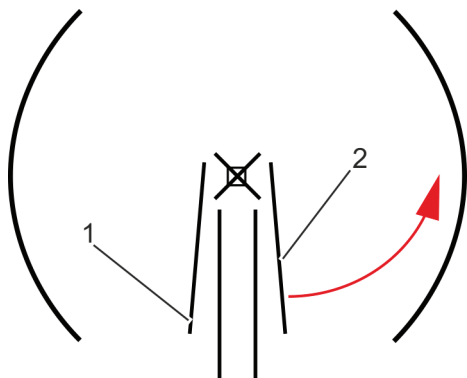

Рис. 57 Сложенные створки
Один человек должен поддерживать дверь с обратной стороны (рис. 57/1).
2. Потянуть сложенную створку (рис. 57/2) на себя, пока она не достигнет зафиксированного положения.